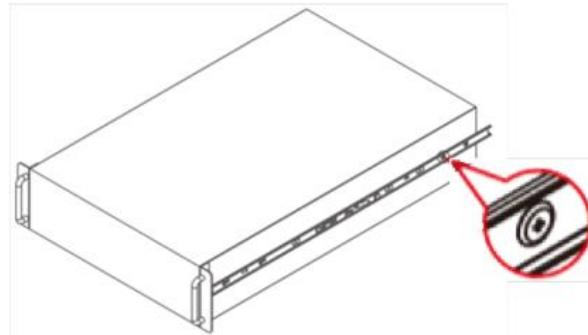

Рисунок 66 - Внутренний канал на шасси
- 7) Собрать внутренний канал на шасси с помощью прилагаемых винтов (см. Рисунок 66).